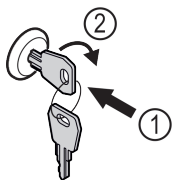

Fig. 87
- ▶ Klíč zasuňte dovnitř Fig. 87 (1).
- ▶ Otáčejte klíčem o 90° ve směru hodinových ručiček Fig. 87 (2).